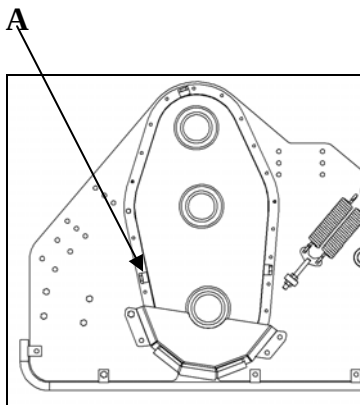

Fig. 5
1. Llenar la caja lateral de transmisión con hasta el nivel del tapón A (fig. 5). Capacidad 7 l.